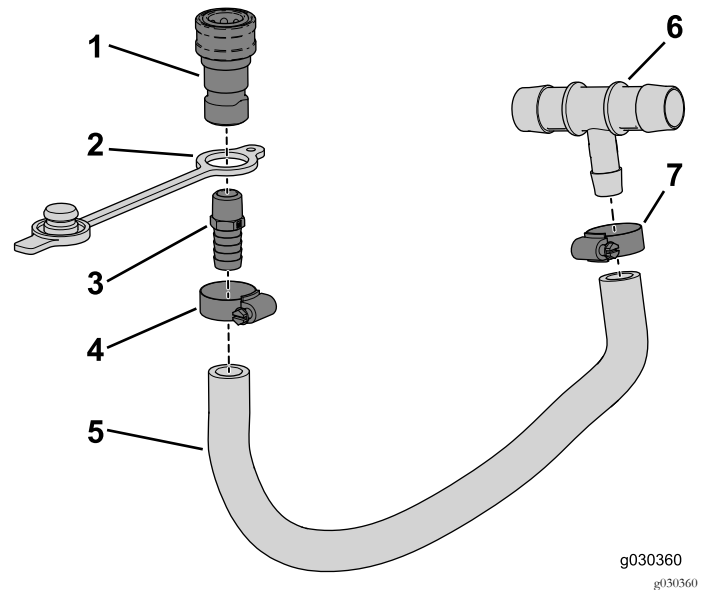

図 27
2. ストレートフィッティング $\frac{3}{8}$ NPT x $\frac{5}{8}$ バープをメスのカップラに取り付ける 図 27。
4. アセンブリのバープ側の端部にダストプラグを挟み込む 図 27。
6. ストレートフィッティングのバープ側をホースに接続してクランプで固定する 図 27。
7. T字フィッティングのバープ側をホースに接続してクランプで固定する 図 27。